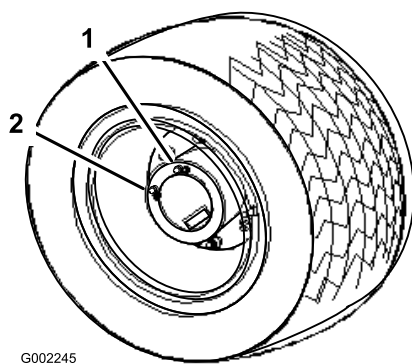

Figura 50
5. Desloque o veículo lentamente até a roda ficar na posição de enchimento, como se mostra na Figura 50.